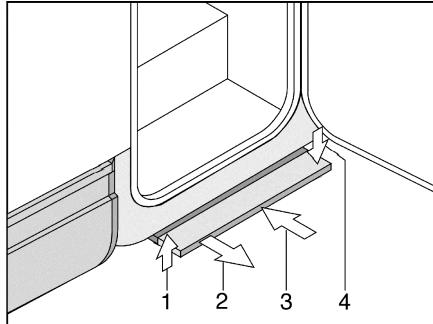

Bild 6 Mechanisch bedienbare Eintrittstufe
- Die Eintrittstufe nach vorn ziehen (Bild 6,2), bis sie einrastet.
- Die Eintrittstufe leicht anheben (Bild 6,1).
- Die Eintrittstufe bis zum Anschlag unter den Fahrzeugboden (Bild 6,3) schieben. Darauf achten, dass die Eintrittstufe einrastet (Bild 6,4).